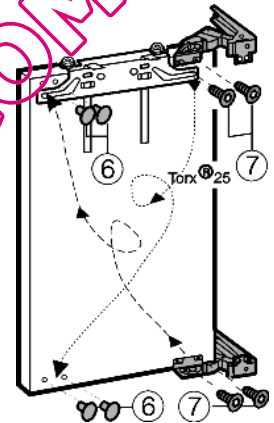

Fig. 4
- ▶ Dévisser Fig. 4 (7) les charnières de la porte, les changer de côté en diagonale et les visser avec un couple de serrage de 4 Nm.
- ▶ Boucher les trous de fixation vides avec les caches fournis Fig. 4 (6).